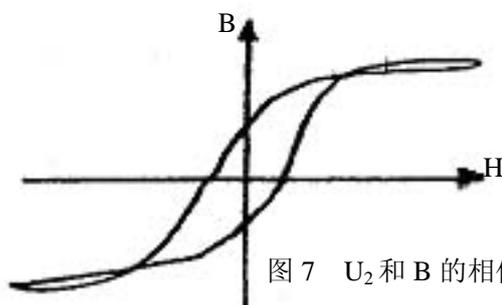

图 7 U_2 和 B 的相位差等因素引起的歧变
3. 观察磁滞回线：开启示波器电源，令光点位于坐标网格中心，令 $U=4.0V$ ，并分别调节示波器 X 和 Y 轴的灵敏度，使显示屏上出现图形大小合适的磁滞回线（若图形顶部出现编织状的小环，如图 7 所示，这时可降低励磁电压 U 予以消除）。